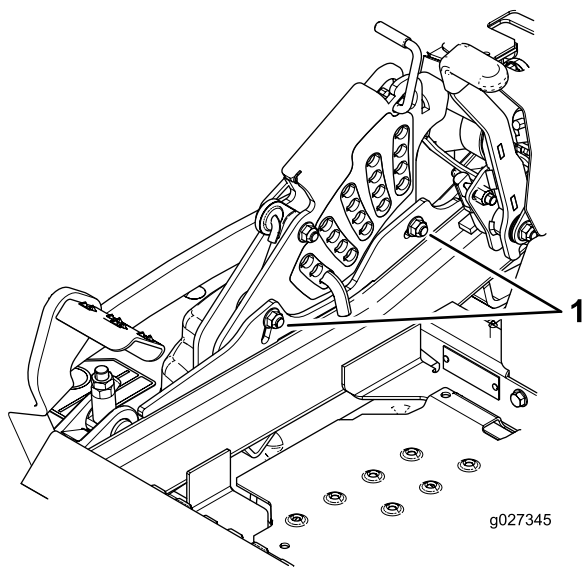

Figura 109
11. Per agire sull'impianto di regolazione da un punto unico, allentate i 2 bulloni alla base della piastra dell'altezza di taglio (Figura 109).
13. Serrate i 2 bulloni alla base della piastra dell'altezza di taglio (Figura 109).